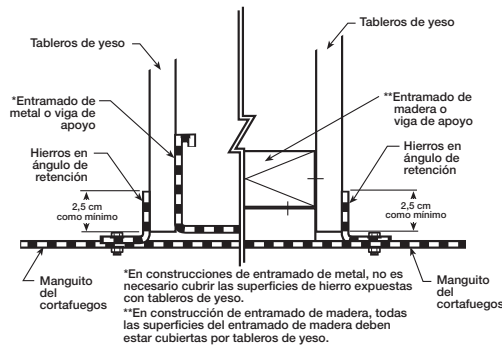

Figura 4 - Fijación del Panel de Pared de Yeso
b. Fije los paneles de pared de yeso en 30,5 cm de centro a centro a todos los pasadores y rebordes del conducto que rodean la abertura. Consulte la Figura 4.